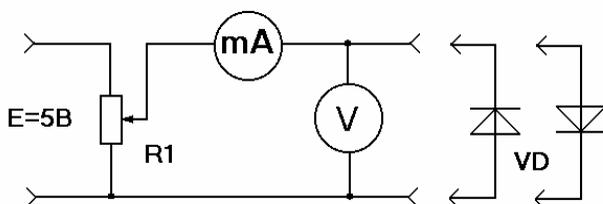

Рис. 1. Схема для измерения ВАХ диодов
1. Собрать схему для исследования ВАХ полупроводниковых диодов (рис. 1). Лабораторный макет позволяет исследовать характеристики в прямом и обратном включении диодов. Для повышения точности измерений малых токов рекомендуется ток через диод измерять цифровым вольтметром, при этом необходимо правильно подключить макет к токовым входам прибора и переключателем установить наименьшие пределы измерения тока.